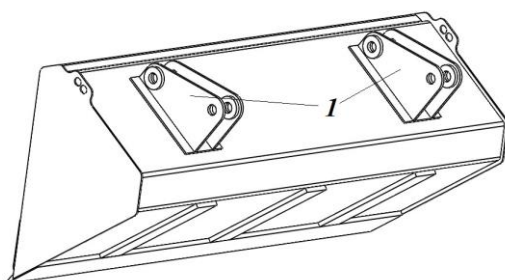

Рис.2 Ковш 0,22 м³
- ковш ПЗ20-2А (рис.2) вместимостью 0,22 м³ – для работы с малосыпучими и сыпучими грузами удельным весом 10...15 кН/м³ (1,0...1,5 тс/м³)